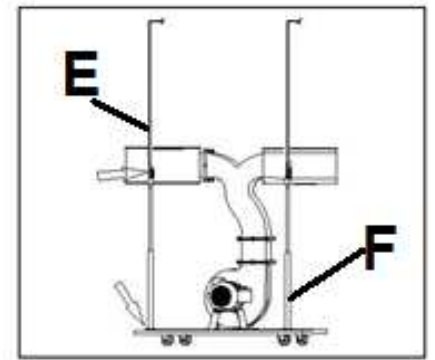

Рис. 8
Установите два держателя мешков (F) и два кронштейна (E), как показано на рис. 8.